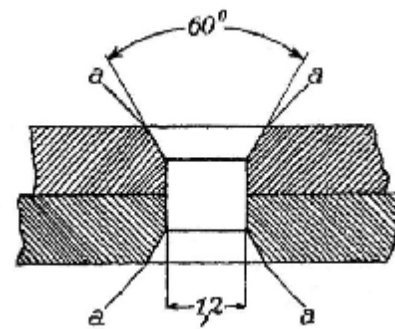

Abb. 17. Die Nietung
Weite, je zwei entgegengesetzt, aufreißern. 11. Den Grat innen von allen Löchern beseitigen. 12. Alle zehn Löcher von außen ansenken ( $60^\circ$ ). 13. Neusilberstifte feilen und entgegenstehend einpassen. 14. Stifte flach kürzen, so daß sie an beiden Seiten 1,0 mm vorstehen. 15. Auf das dünnere Ende der Stifte schlagen, also Vernieten, bis die Senkung ausgefüllt ist (Abb. 17)11).
11) Die Schnittfläche des Senkers, den wir vorhin benutzt haben, soll nicht mehr als um  $60^\circ$  geneigt sein, da wir sonst (vergl. Abb. 17 bei *a*) einen zu flachen Nietrand bekommen, der leicht abblättert, so daß die Nietung sichtbar wird. In der Uhrmacherei ist das nicht erwünscht; im Gegenteil kann eine solche Nietung zu großen Übelständen führen. Denken wir nur an ein in solcher Weise gefüttertes Minutentriebloch und den dabei entstehenden Schmutzwinkel.